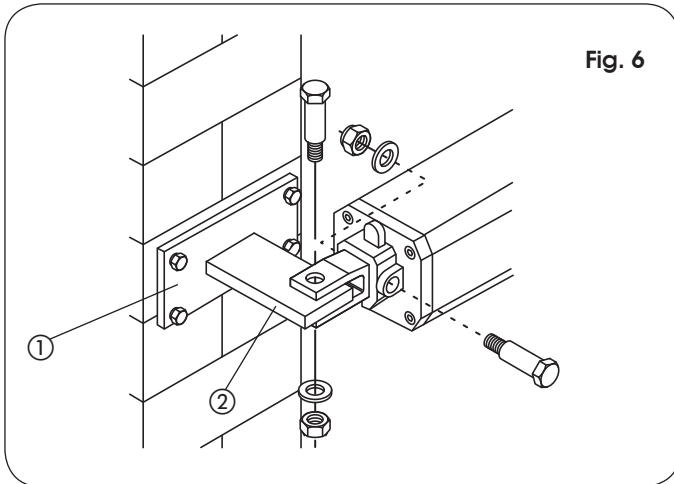

Fig. 6
No caso de pilar de ferro, soldar com muita atenção o engate traseiro (ref. ②, Fig. 6) diretamente no pilar.
- B) fixar ao pilar, com parafusos e buchas, a placa de engate traseiro (ref. ①, Fig. 6) e em seguida soldar com muita atenção o engate traseiro na placa como na Fig. 6.
- 2) Fixar o operador ao engate traseiro através das buchas e parafusos fornecidos com o equipamento (Fig. 6).